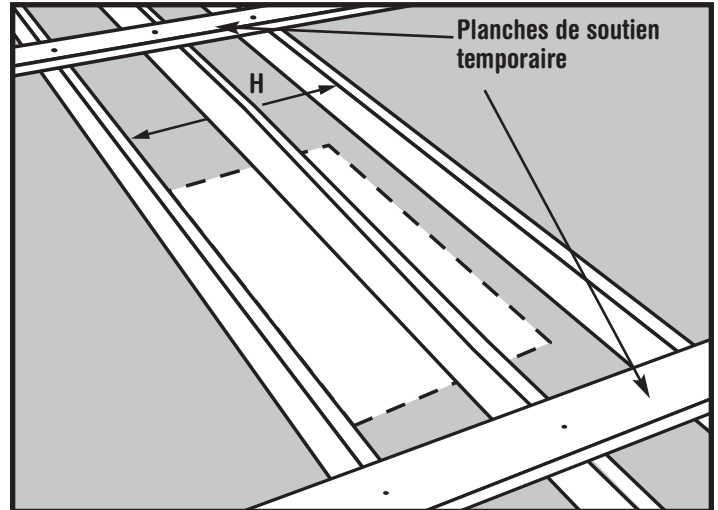

Figure 14
- Étape 1.** Mesurez la longueur de chevêtre "H" entre les solives non coupées (Voir la Figure 14).